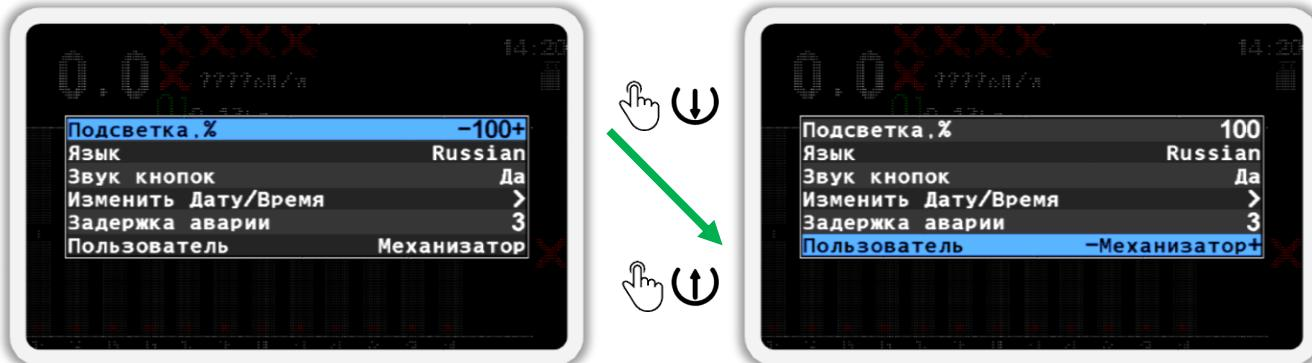

Рисунок 59
5. Еще раз нажмите кнопку  «Меню». В результате на экране будет показано меню «Настройки» (см. Рисунок 59). В этом меню выберите пункт  «Пользователь». Для этого используйте кнопки  «Вверх» и  «Вниз» (далее, по тексту, для перехода от одного пункта меню к другому используйте эти кнопки).